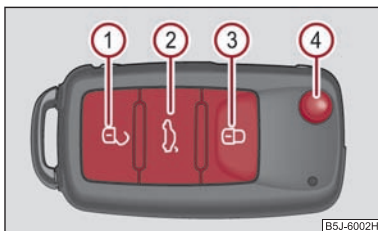

Abb. 30 Funkschlüssel
- Drücken Sie die Taste ① → Abb. 30 etwa 1 Sekunde lang.